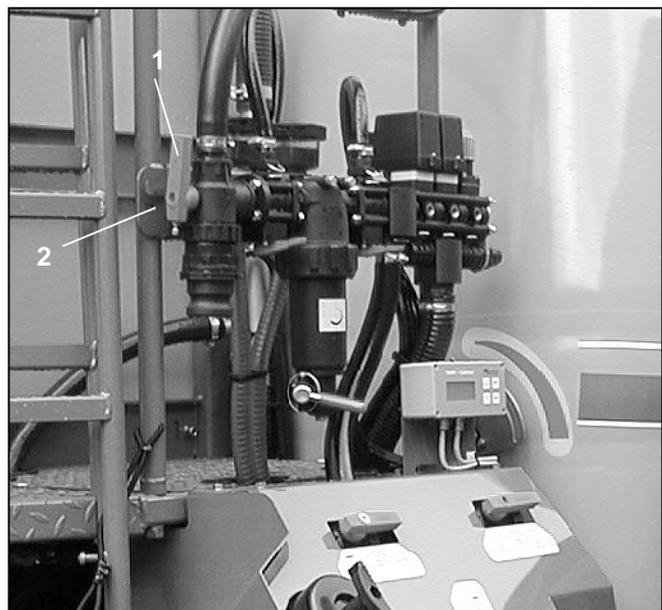

Fig. 7.24
- Sicherungsblech (Fig. 7.24/1) zurückdrücken, Umschalhahn (7.24/2) nach unten schwenken und Restflüssigkeit ablassen.